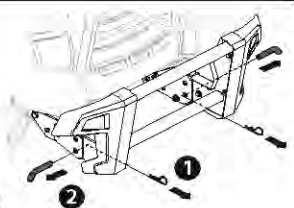

Figure 57
1. Retirez les deux goupilles fendues avant d'enlever les axes de chape. Voir Figure 57.